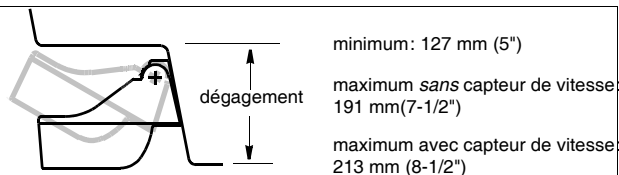

Figure 1. Coque à step: dégagement minimum
- Respectez un dégagement suffisant au-dessus de l'étrier pour permettre le basculement de la sonde en position relevée (Figure 1).
Si le dégagement sous le step est insuffisant, libérez totalement la sonde, enlevez le capot avant de poursuivre l'installation (Figure 1, dégagement maximum). Ceci est nécessaire pour l'accès ultérieur aux vis d'étrier.